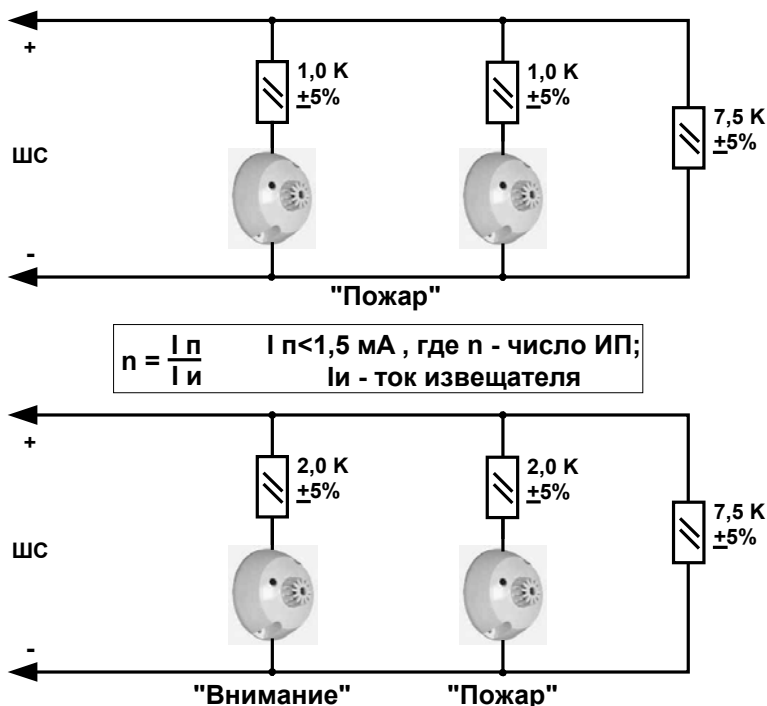

Рис. 12 Подключение извещателя пожарного типа ИП101-1А (с формированием извещений «Пожар» и «Внимание» - «Пожар»)
- от активных ИП типа ИП101-1А производства НПО «Сибирский Арсенал» выпуска до 01.07.2005 г. (см. Рис. 12, Табл. 14).